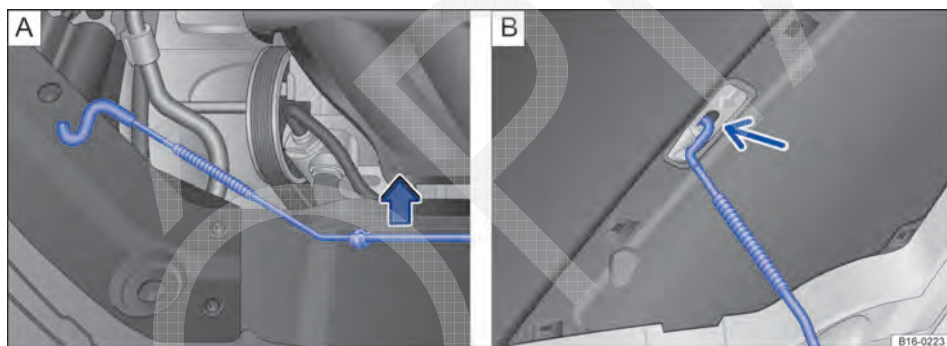

Fig. 177 A: suporte da haste de sustentação da tampa no compartimento do motor. B: tampa do compartimento do motor levantada.
- Retirar o apoio dobrável do suporte no sentido da seta ⇒ Fig. 177 A e encaixá-lo na abertura na tampa do compartimento do motor ⇒ Fig. 177 B (seta).
- Desenganchar o apoio dobrável e travá-lo no suporte no fecho ⇒ Fig. 177 A.